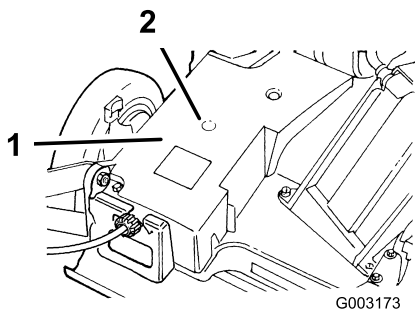

Figura 22
2. Limpie con un trapo limpio los puntos de engrase (Figura 22).
3. Conecte una pistola de engrasar en el punto de engrase a través del hueco de la cubierta de la correa (Figura 22).